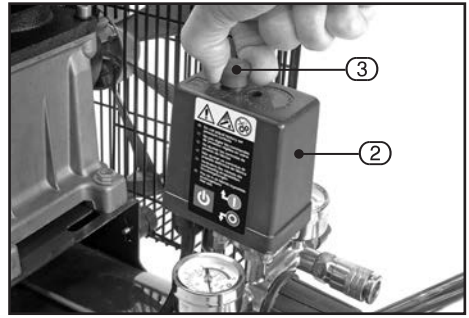

FIG.7
9.1 BASIC COMPRESSOR OPERATION – FIGS. 7 - 9